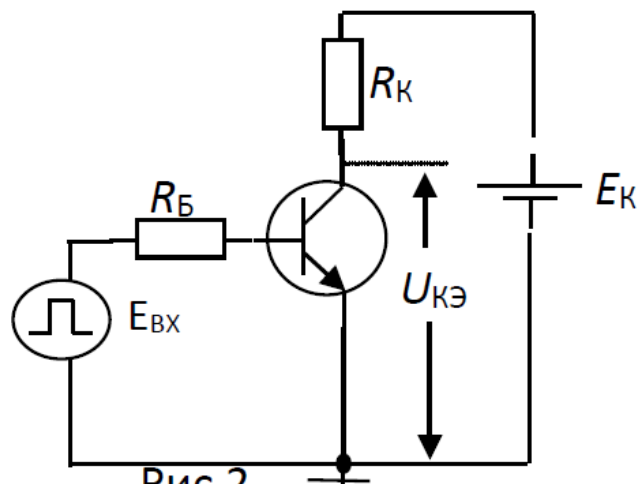

Рис.2
2. В схеме рис.2 $E_k=10\text{ В}$; $R_k=10\text{ Ом}$; $R_b=200\text{ Ом}$; $\beta=50$, $E_{вх}=2\text{ В}$.
2. В схеме рис.2 $E_K=10\text{ В}$; $R_K=10\text{ Ом}$; $R_B=200\text{ Ом}$; $\beta=50$, $E_{BX}=2\text{ В}$.